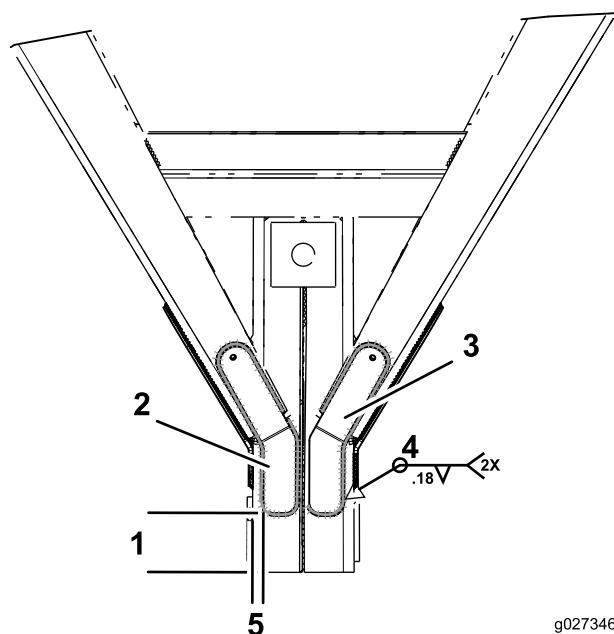

Figure 1
1. Soudez par point les goussets aux emplacements indiqué à la Figure 1.
2. Soudez les goussets supérieurs gauche et droit comme montré à la Figure 1.